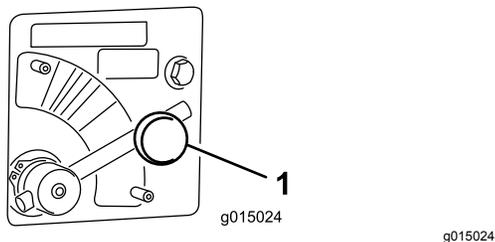

图 44
1. 松开用于固定转盘阀控制杆的旋钮(图 44)。
2. 转动甩盘阀控制杆(图 44)使其指向所需的颜色本例中为黄色。
1. 将甩盘阀控制杆移到**蓝色**区域最大速度(图 44)。控制杆已顺时针转到极限此时控制杆应该处于水平位置。